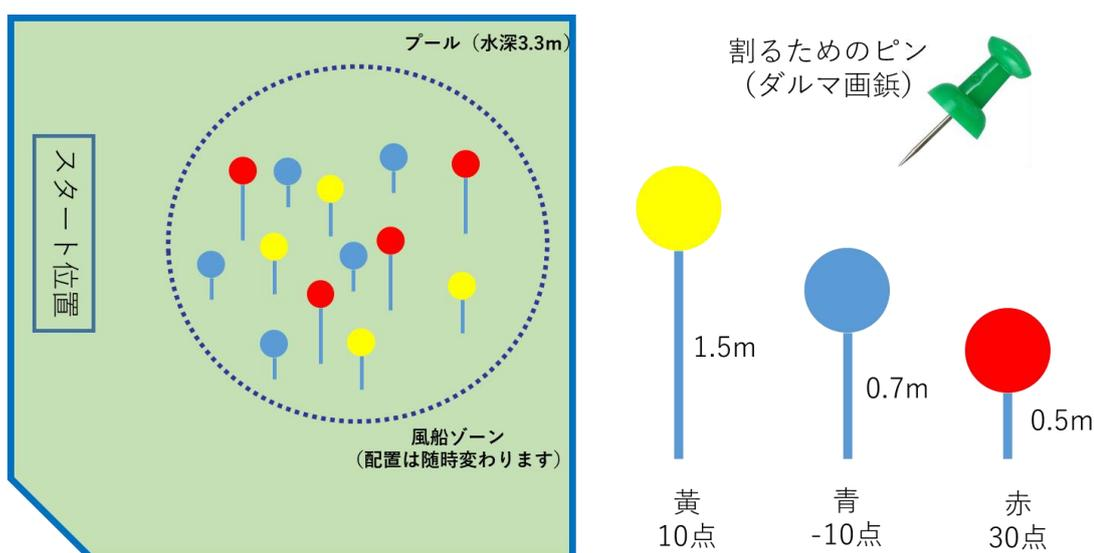

図 6-2 AI チャレンジ部門 水槽競技コース
- ・ 風船を割るために使えるのはピン（ダルマ画鋏）1 個だけです（図 6-2 参照）。ロボットへの取り付け位置は自由です。事故防止のため、競技中